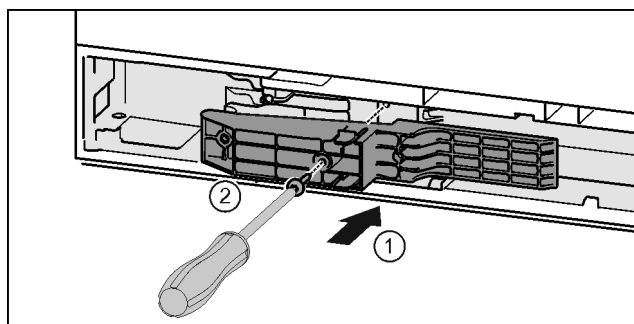

Fig. 43 *
- Adaptér na straně madla vložte do vybrání. Fig. 43 (1)*
- Šroubovákem T15 pevně utáhněte šrouby. Fig. 43 (2)*